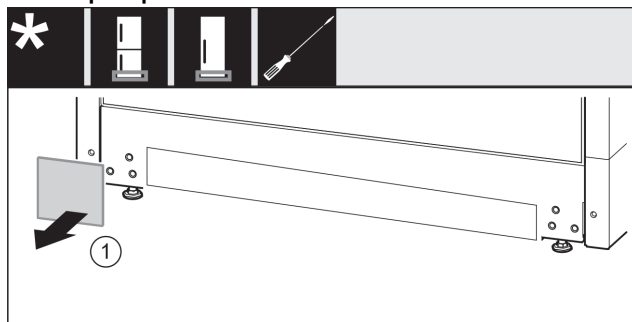

Fig. 14
- ▶ Зніміть кришку Fig. 14 (1).